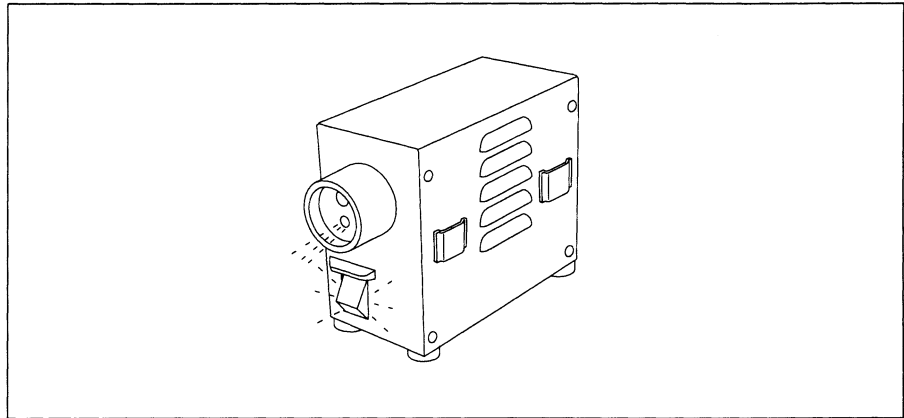

Рис. 3.3
3. Убедитесь в том, что из нижнего отверстия выходной розетки поступает воздух. (См. рис. 3.3.)